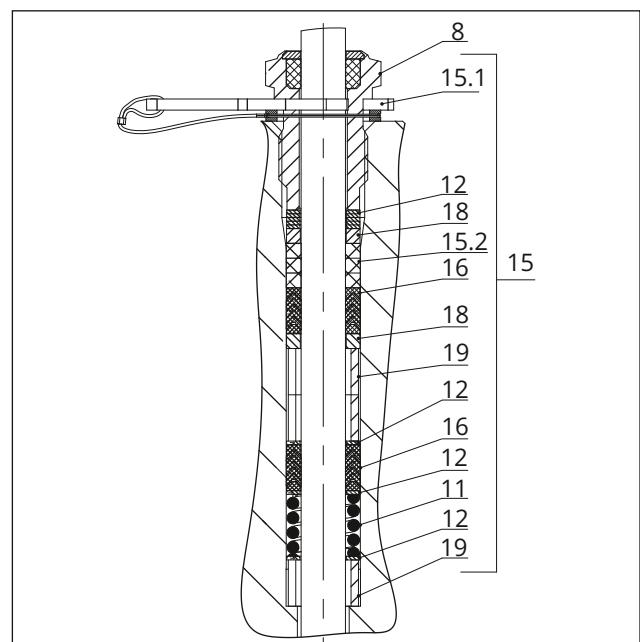

Fig. 26: Empaquetadura ADSEAL: DN 15...40/NPS 1/2...1 1/2
- Deslizar cuidadosamente las piezas de la empaquetadura por el vástago del obturador con una herramienta adecuada en su alojamiento. Prestar atención al orden de las piezas, ver Fig. 26 o Fig. 27.
- Colocar la arandela separadora roja (15.1) entre el casquillo roscado (8) y el anillo de retención, ver Fig. 26 o Fig. 27.
2. Deslizar cuidadosamente las piezas de la empaquetadura por el vástago del obturador con una herramienta adecuada en su alojamiento. Prestar atención al orden de las piezas, ver Fig. 26 o Fig. 27.
4. Colocar la arandela separadora roja (15.1) entre el casquillo roscado (8) y el anillo de retención, ver Fig. 26 o Fig. 27.